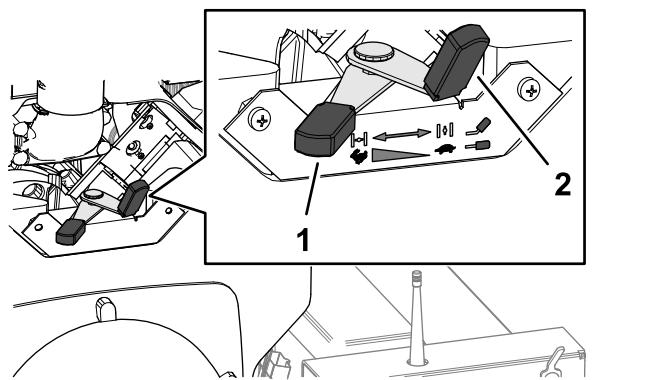

Figura 17
2. Antes de arrancar el motor en frío, mueva la palanca del estárter (Figura 17) a la posición de ENCENDIDO.